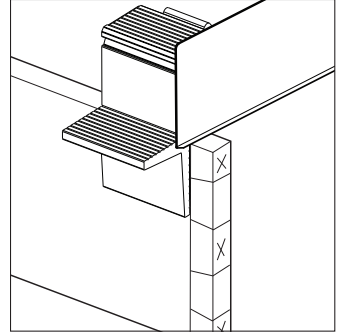

Figure 12 : Coupe des chutes latérales à l'aide du guide de sciage à angle droit
6. Repositionner la pièce mâle à l'horizontale dans la presse d'établi. Fixer le guide de sciage à angle droit sur le chant de la pièce et couper la chute latérale en prenant garde à ne pas scier dans la queue elle-même. Voir **figure 12**. Répéter cette opération pour la chute latérale sur le chant opposé. Nettoyer au ciseau si nécessaire.